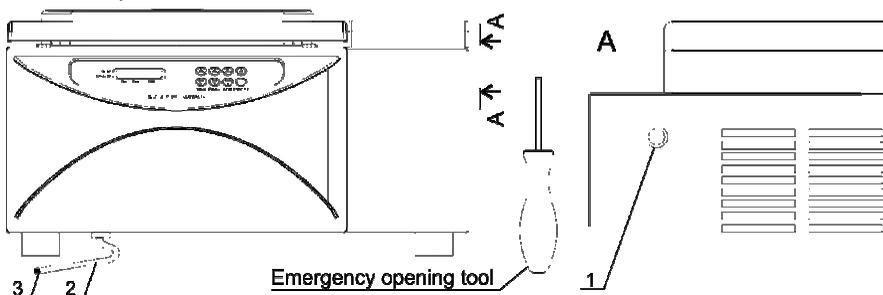

Fig 3. Lato anteriore e destro della centrifuga
- R-12/10 rotore ❸ su richiesta
- R-12/15 rotore ❹ su richiesta
- R-2 rotore ❺ su richiesta
- R-24GC rotore per cartine di gel ❻ su richiesta
- RR-U supporto rotore ❼ su richiesta
- BN-13/75, BN-13/100 and BN-16/100 (per R-12/10) e BN-11/30 (per R-6P) set di adattatori ❽ su richiesta
- assicurarsi di chiudere il tubo di scarico (Fig. 3/2) con un tappo (Fig. 3/3) per evitare l'aumento di temperatura all'interno della camera;
- Durante il funzionamento della centrifuga, il tubo di scarico (Fig. 3/2) deve essere chiuso per mezzo di un tappo (Fig. 3/3) per evitare alterazioni della temperatura all'interno della camera.
- Assicurarsi che il rotore sia completamente fermo. Inserire uno strumento apposito all'interno del foro per l'apertura di emergenza, situato sul lato destro dell'unità (fig. 3/1), premere finché non si avverte un clic, quindi aprire il coperchio.
- 6.4. È necessario rimuovere il ghiaccio e la condensa dalla camera della centrifuga. Per una maggiore facilità di pulizia, la camera della centrifuga è provvista di uno scarico con tubo (Fig. 3/2). Per pulire la camera, posizionare il tubo in un contenitore adeguato e far defluire il fluido.